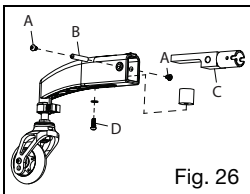

Fig. 26
2. Fjern den 6 mm skruen fra den ene siden av armen til det dynamiske 5. hjulet (fig. 26:A) med to 4 mm unbrakonøkler.
3. Bruk en unbrakonøkkel og skyv den gjengede hylsen (fig. 26:B) ut av armen.
4. Skyv rørmotstykket (fig. 26:C) ut av armen.
5. Fjern den 6 mm skruen som er plassert på undersiden av enheten. Gummiklossen vil nå løsne (fig. 26:D). Fjern gummiklossen og legg den til side.
7. Tre den 6 mm skruen og mutteren (fig. 26:D) gjennom sporet og inn i gjengeinnsatsen i gummiklossen.
8. Stram den 6 mm skruen igjen (fig. 26:D). Ikke stram til for mye.
9. Sett rørmotstykket (fig. 26:C) inn i armen. Sørg for at den flate armen på rørmotstykket ligger over toppen på gummiklossen.
10. Rett inn hullene på armen og rørmotstykket for å kunne sette inn den gjengede hylsen (fig. 26:B) og den 6 mm skruen (fig. 26:A).
11. Stram de 6 mm skruene (fig. 26:A) med to 4 mm unbrakonøkler.